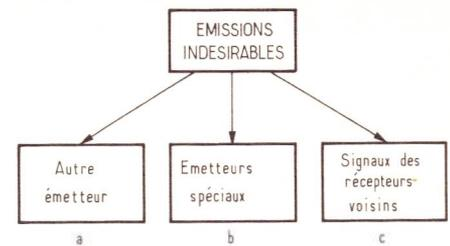

Figure 3
c) signaux parasites provenant des récepteurs voisins dont l'antenne émet les signaux des oscillateurs. Ces parasites peuvent aussi provenir d'un autre appareil du même utilisateur fonctionnant en même temps, notamment un téléviseur (figure 3).